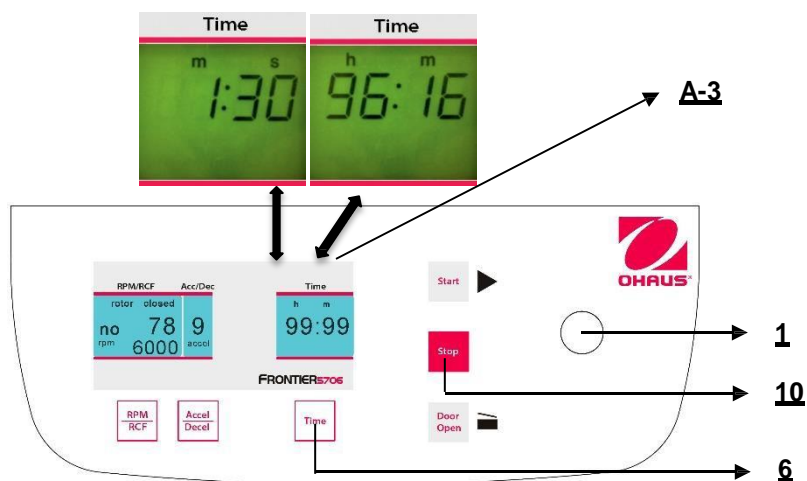

Figura 20
Impostare il valore desiderato mediante la manopola di regolazione (1). Dopo aver superato 59 minuti e 50 secondi, l'indicazione cambia automaticamente a "**h : m**". Dopo aver superato 99 ore 59 minuti, la parola "**cont**" appare nel display "**Time**" (A-3). Il funzionamento continuo può essere interrotto solo mediante il tasto "**Stop**"(10). Il tempo incomincia il conteggio alla rovescia non appena si raggiunge la velocità impostata. Il display indica sempre il tempo di funzionamento rimanente. (Vedere figura 20)
Fare riferimento alla figura 20 per i passaggi contrassegnati da un numero.